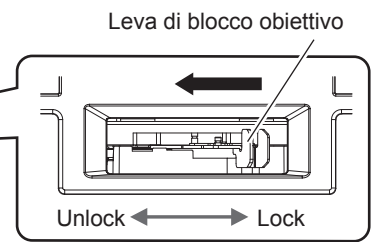

Fig. 3
3) Confermare che la leva di blocco dell'obiettivo sia posizionata sul lato Unlock. (Fig. 3)
- Se la leva di blocco dell'obiettivo si trova sul lato Lock (Fig. 5), afferrare la leva di blocco dell'obiettivo e portarla sul lato Unlock. (Fig. 3)
- 3) **Tenendo premuto l'obiettivo di proiezione, afferrare la leva di blocco dell'obiettivo e ruotarla verso il lato Unlock. (Fig. 3)**